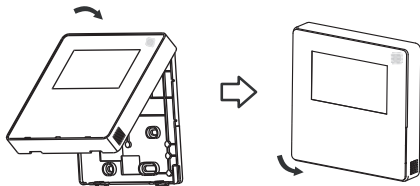

Fig 3-9
- Dupa reglarea carcasei si apoi catarama ei; evitati prinderea cablajului in timpul instalarii. (Fig. 3-9)